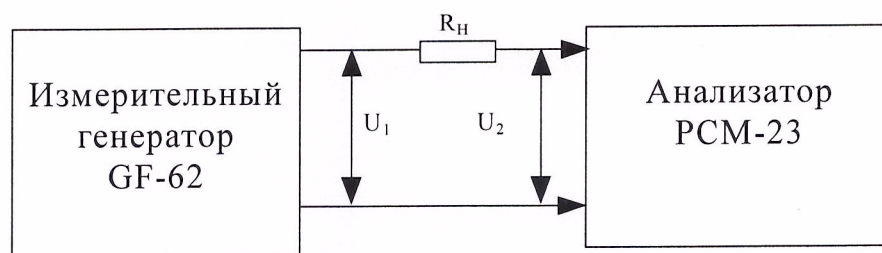

Рис.8.17.
8.3.17.1. Определение несогласованности приемника производится с помощью $R_n = 600 \text{ Ом}$ и измерительного генератора GF-62 методом прямых измерений (рис.8.17).